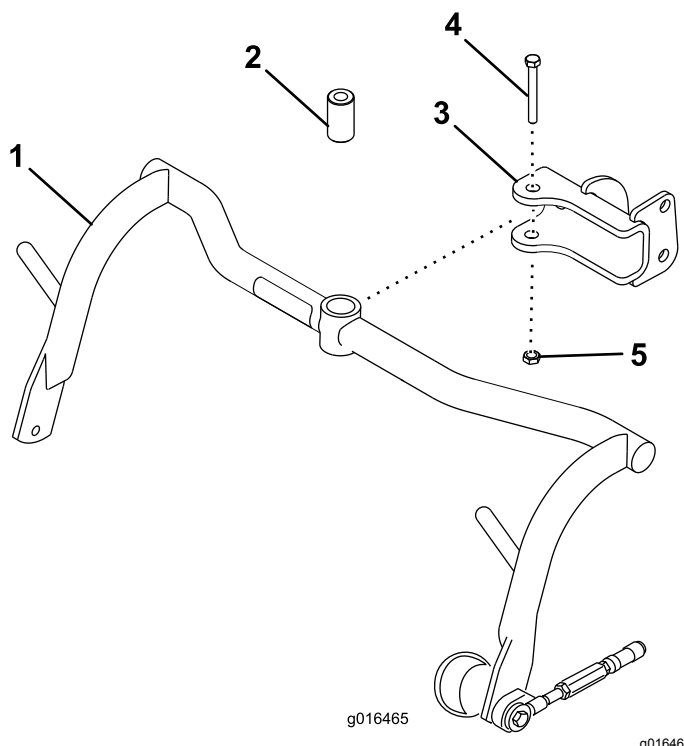

Figura 8
- Monte un conjunto de bastidor de tiro en cada horquilla con un suplemento, un perno (1/2" x 3 1/4") y una contratuercas (1/2"); consulte la Figura 8. Apriete a entre 91 y 113 N·m.